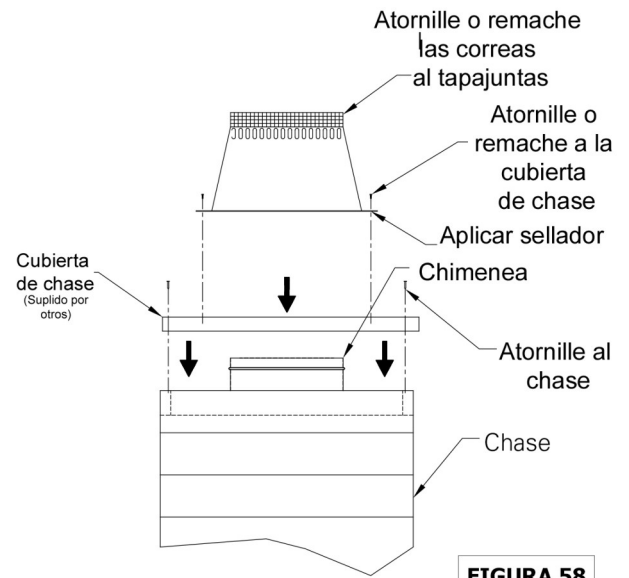

FIGURA 58
8. En el caso de los chase, instale la cubierta superior del chase (suministrada por otros) en el empotrado del chase. Corte un agujero en la parte superior del chase del mismo diámetro que la base del cono del tapajuntas. Fije el tapajuntas a la parte superior de la cubierta del chase, sellando con un sellador impermeable que no se endurezca. Asegure en su lugar con tornillos o remaches. (Figura 58).